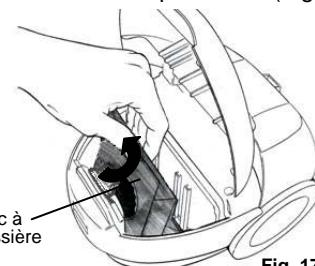

Fig. 17
- Ensuite, tirez sur le collet de carton et soulevez légèrement le sac à l'extérieur du compartiment. (Fig. 17)